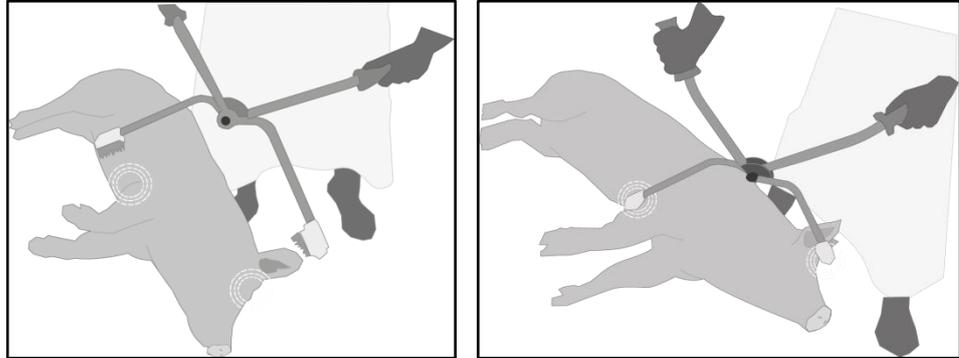

Abb. 6-4 Ideale Ansetzpositionen der Elektroden
2. Setzen Sie sofort die Elektroden der Betäubungszange am Herzen und am Ohrgrund des Kopfes des liegenden Tiers an (siehe Markierungen Abb. 6-4):